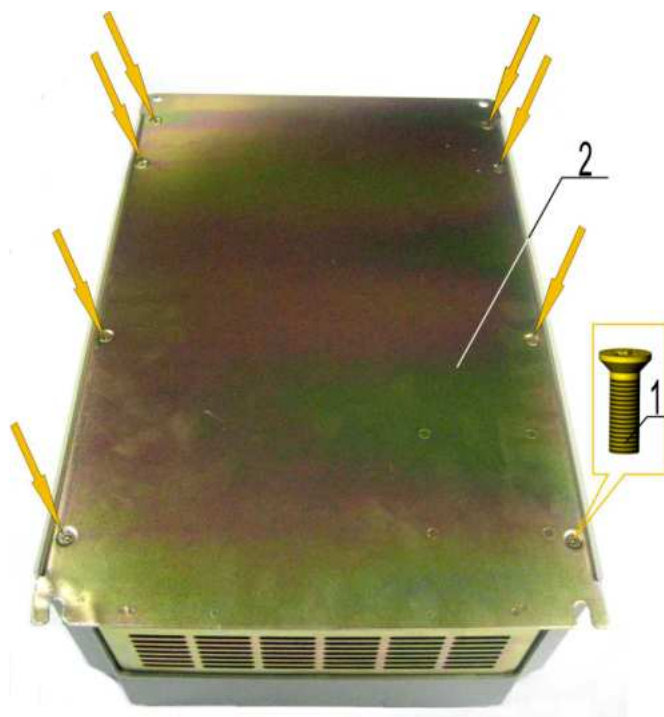

Рис. 6.10
6.7.1. Перевернуть корпус основанием вверх (рис. 6.10)